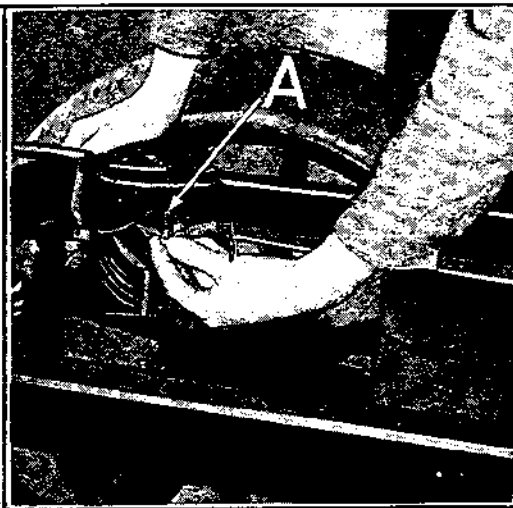

Fig. 74
**77** — Monter le porte-jante en vissant les 4 boulons de fixation munis des rondelles Grower. (Voir B, fig. 51). Avant de monter le boulon à l'avant et à gauche du porte-jante, passer sur le boulon le ressort à boudin de la lanterne arrière avec sa cale de fibre. (Voir A, fig. 74).